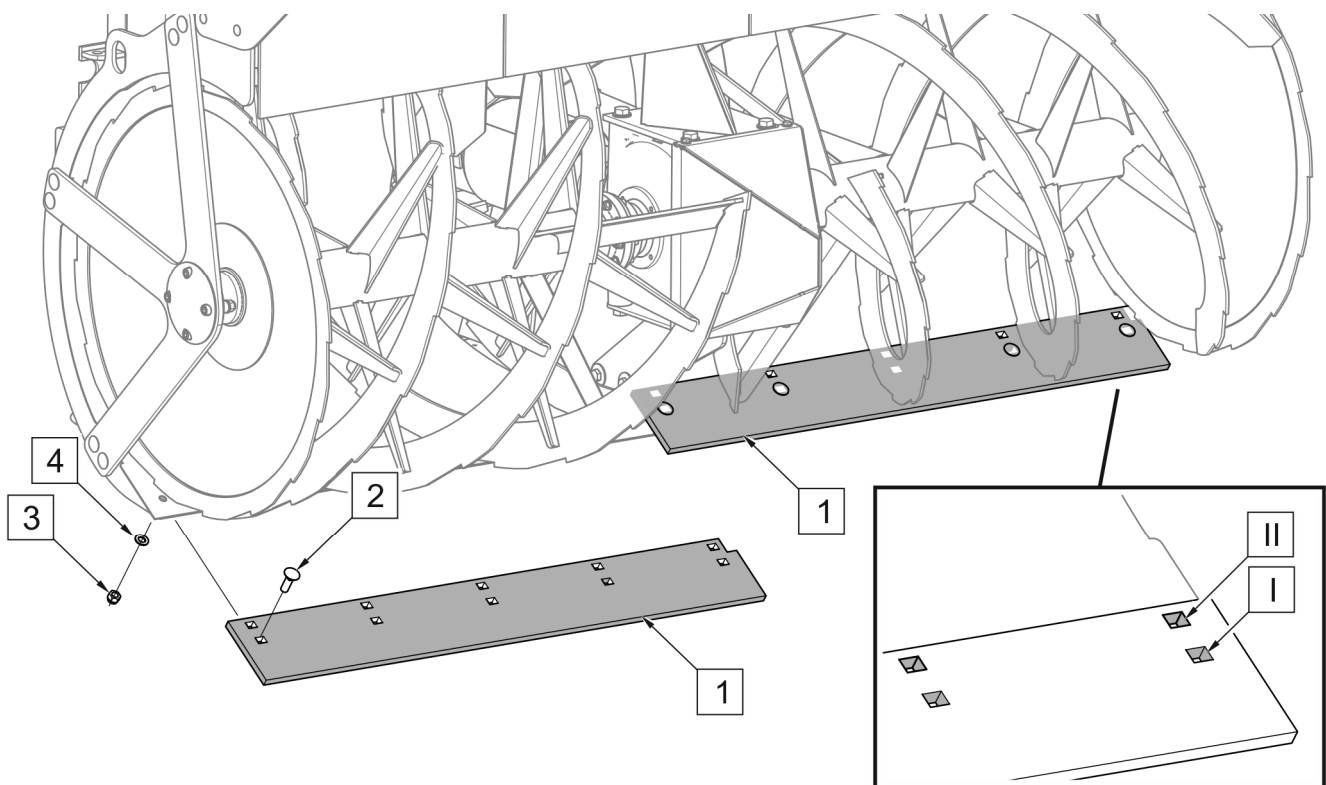

РИСУНОК 5.3 Замена лемеха
Снегоочиститель оснащён двумя лемехами (РИСУНОК 5.3). При чрезмерном износе кромок лемехов следует установить лемехи в отверстия (II). При чрезмерном износе или повреждении лемеха его следует заменить новым. Перечень деталей лемеха приведён в ТАБЛИЦЕ 5.2.